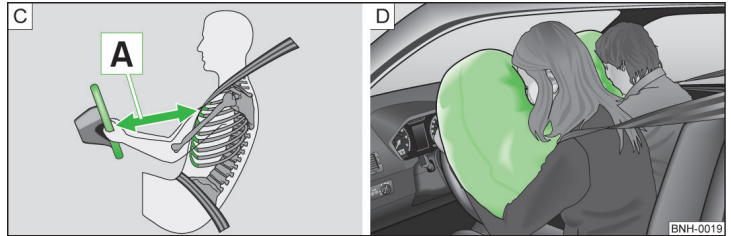

Abb. 9 Sicherer Abstand zum Lenkrad / Gasgefüllte Airbags
Werden die Airbags ausgelöst, entfalten sich diese vor dem Fahrer und Beifahrer » Abb. 9 - B. Beim Eintauchen in den voll aufgeblasenen Airbag wird die Vorwärtsbewegung des Fahrers und Beifahrers gedämpft und das Verletzungsrisiko für Kopf und Oberkörper reduziert.
- Für den Fahrer und Beifahrer ist es wichtig, einen Abstand von mindestens 25 cm zum Lenkrad bzw. zur Schalttafel einzuhalten **A** » **Abb. 9**. Wenn Sie den Mindestabstand nicht einhalten, kann Sie das Airbag-System nicht schützen - Lebensgefahr! Außerdem müssen die Vordersitze und die Kopfstützen immer der Körpergröße entsprechend richtig eingestellt sein.